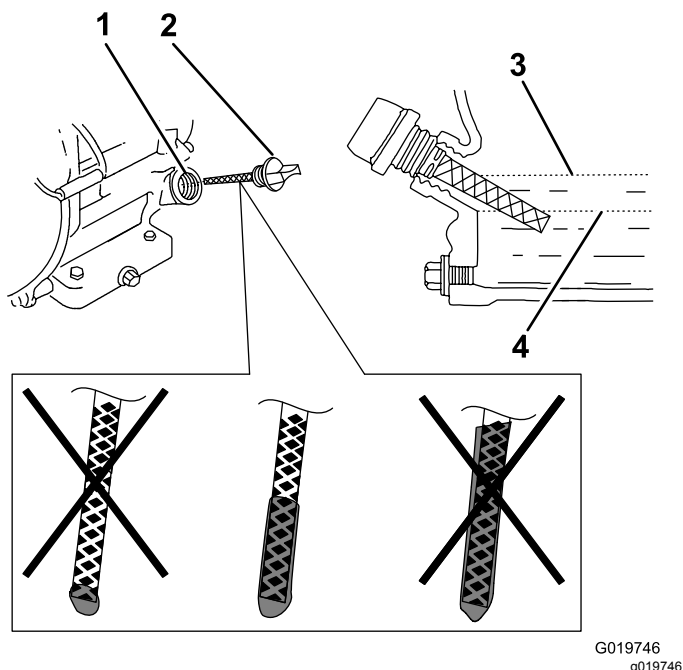

Figura 9
3. Limpie alrededor de la varilla (**Figura 9**) para impedir que caiga suciedad por el orificio de llenado y cause daños en el motor.
4. Desenrosque la varilla de aceite y limpie el extremo (**Figura 9**).
5. Deslice la varilla a fondo en el orificio de llenado (**Figura 9**), sin enroscarlo en el orificio.
6. Retire la varilla e inspeccione el extremo. Si el nivel de aceite del motor es bajo, vierta lentamente en el orificio de llenado sólo la cantidad de aceite suficiente para que el nivel llegue a la marca Full (lleno) de la varilla (**Figura 9**).